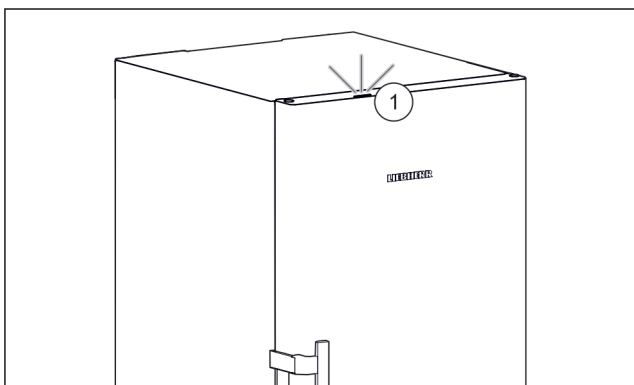

Fig. 36 Aktivno svjetlo statusa kada su vrata zatvorena
- ▷ Svjetlo statusa Fig. 36 (1) je aktivirano.